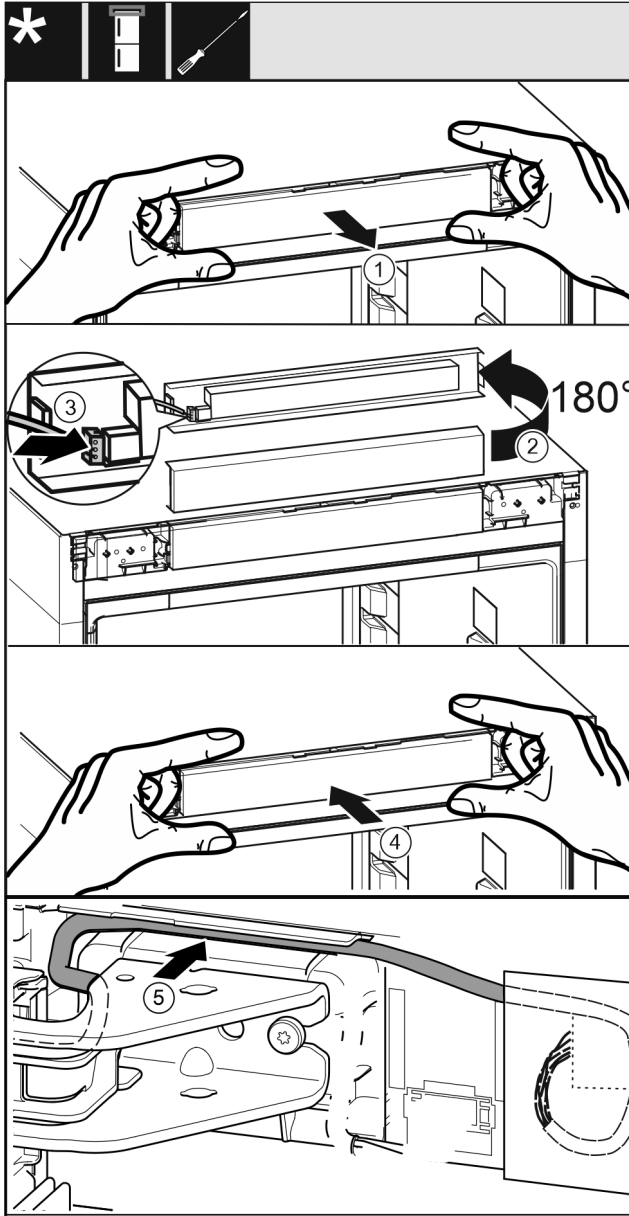

Fig. 43
- ▶ Ota käyttöpaneeli varovasti ulos. Fig. 43 (1)
- ▶ Käännä paneelia 180° ylöspäin. Fig. 43 (2)
- ▶ Anna käyttöpaneelin pistokkeen lukittua. Fig. 43 (3)
- ▶ Lukitse käyttöpaneeli taas laitteeseen. Fig. 43 (4)
- ▶ Aseta harmaa johto varovasti ylemmän laakeripukin päällä olevaan ohjaimen. Fig. 43 (5)